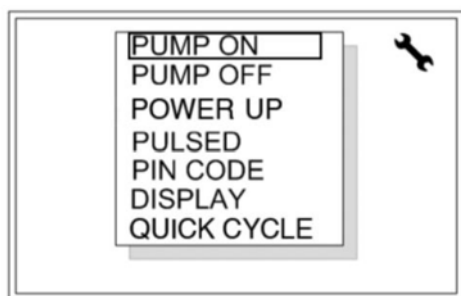

Рис. 23
8. Если введенный PIN-код правильный, то экран переходит в режим настройки системы, как показано на рис. 23.
1. Переместите курсор вверх/вниз по списку пунктов настроек экрана стрелками вверх и вниз (рис. 23).